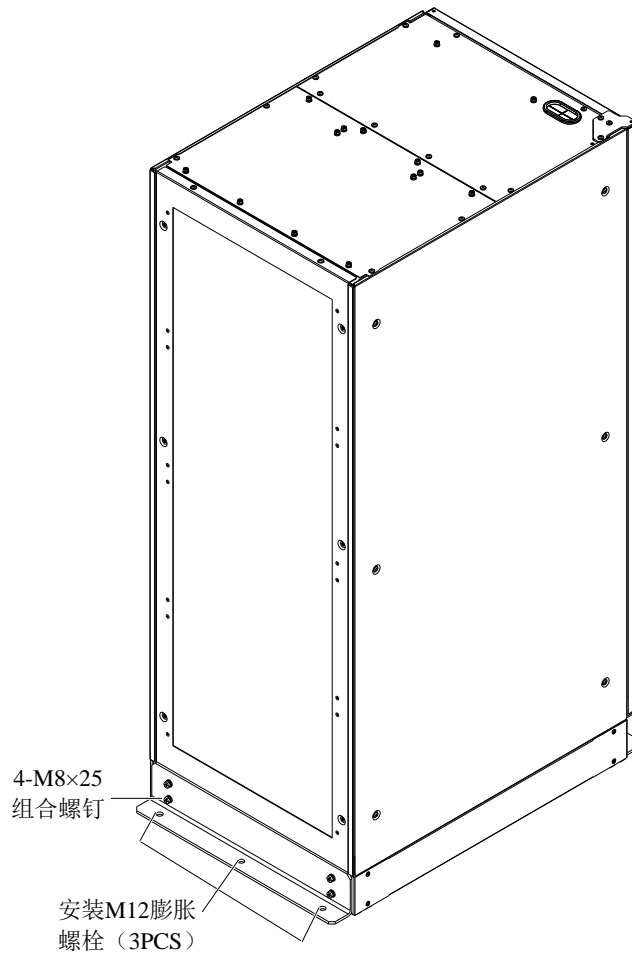

图8-5 地震选件安装示意图 (背面安装)
1. 用 4 个 M8×25 组合螺钉将地震选件安装在机柜背面底部的相应安装孔中，然后用 3 个 M12 膨胀螺栓将地震选件固定在地板上，如图 8-5 所示。